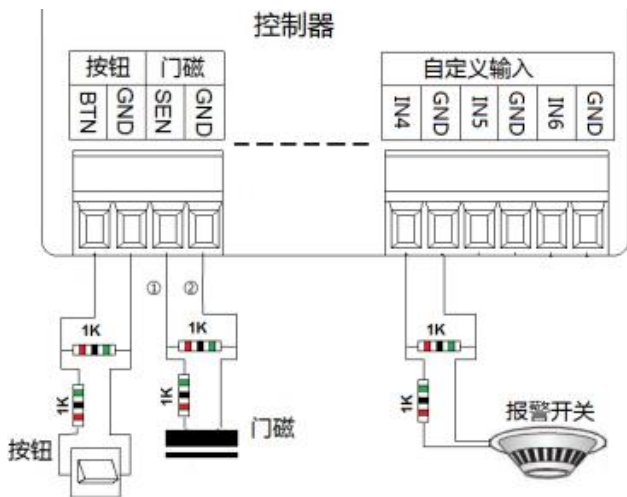

图 6：四态检测接线示意图
四态就是断开、闭合、短路、断路 4 种状态。设备可以检测门磁、按钮、自定义输入（如报警输入）的这 4 种状态。断开、闭合就是门磁、按钮、自定义输入的正常开关状态，短路就是下图①②位置线连通，断路就是①或②位置的线断开，如图 6 所示：
注：此功能要在门磁、按钮、报警设备处加 2 个 1K 的电阻，接线方式如图 6 所示。